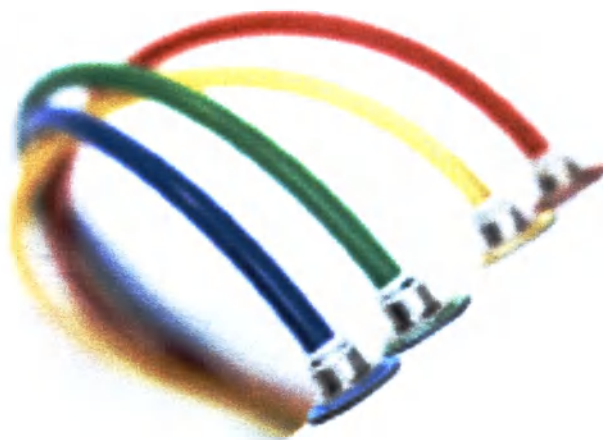

Рисунок 4. Подключение пневмоортезов к блоку управления
- 5) Подключите приемные концы пневмопроводов в соответствии с цветовой маркировкой к цанговым пневморазъемам блока управления имитатора на верхней панели (Рисунок 4):